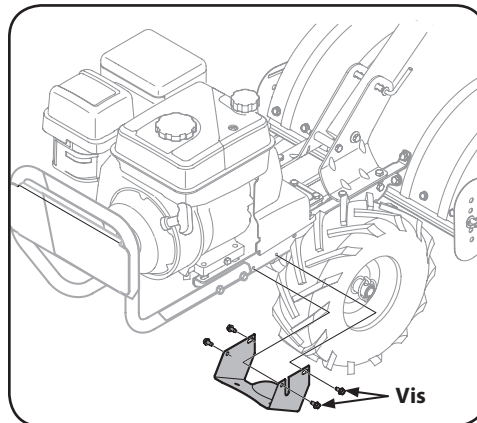

Figure 5-4
3. Retirez les quatre vis hexagonales de 1/4-20 qui fixent le couvercle des poulies au châssis, puis retirez le couvercle. Voir Figure 5-4. Gardez le couvercle dans un endroit sûr pour utilisation ultérieure.